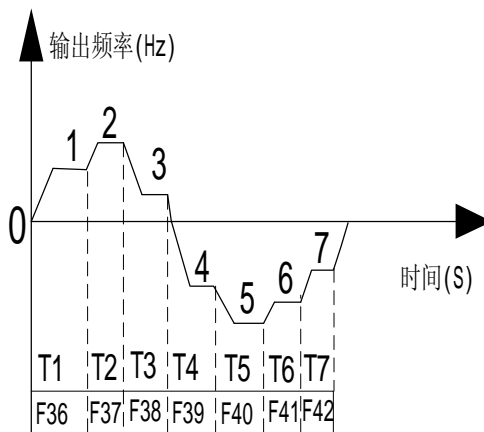

图 5-10 程序运行逻辑图
- l 若要清除已运行时间，可将程序运行模式选择功能代码 F43 的内容值重新存入一次，或在输入端子功能选择功能代码 F67=4 时，X1 端子产生一个开和关动作。程序运行过程如图 5-10 所示。